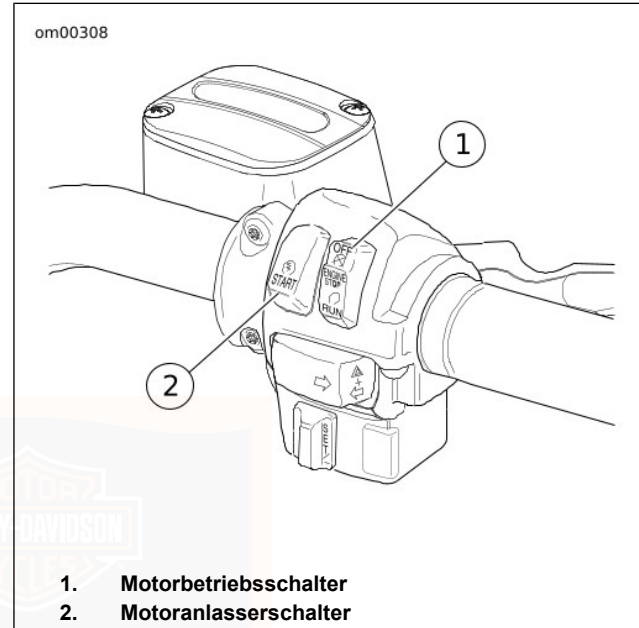

Abbildung 45. Bedienelemente am rechten Lenker: Touring-Modelle (typisch)
2. Siehe Abbildung 45. Den Motorbetriebsschalter EINSCHALTEN.